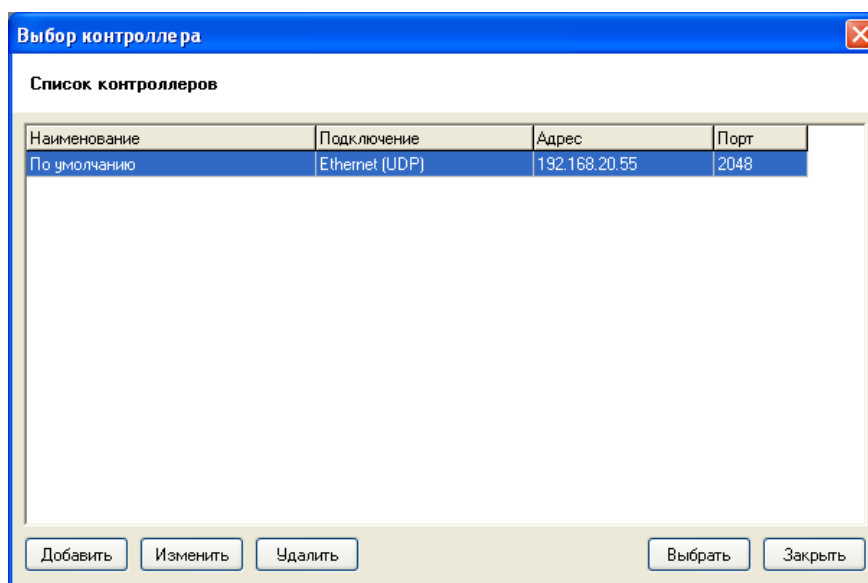

Рисунок 234
- 7) Выберите пункт меню "Контроллер/Получить конфигурацию из контроллера". Откроется диалог "Выбор контроллера" (см. Рисунок 234) с параметрами контроллера по умолчанию.